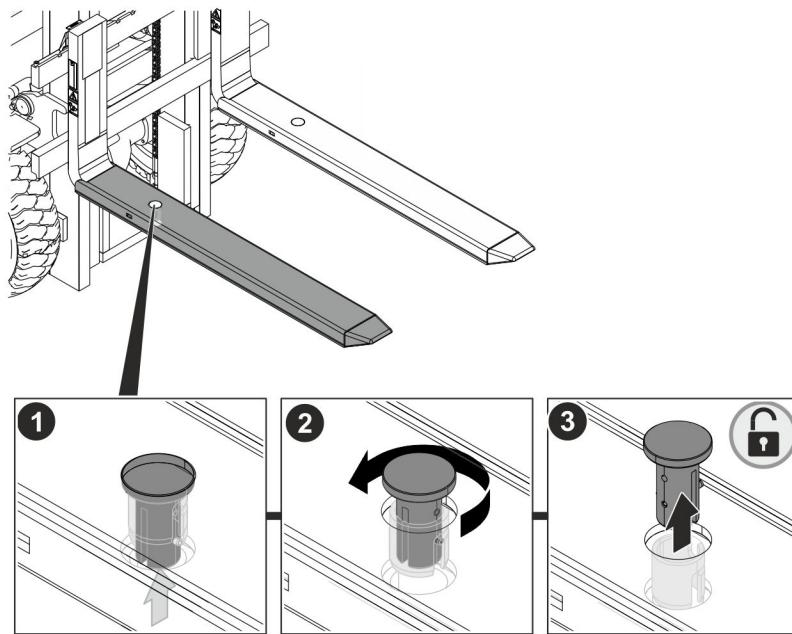

Abb. 11: Verriegelungsbolzen entnehmen
1. Verriegelungsbolzen von unten bis Anschlag hochdrücken (Abb. 11/1).
2. Bolzen bis zum Anschlag gegen Uhrzeigersinn drehen (Abb. 11/2).
3. Bolzen nach oben heraus entnehmen (Abb. 11/3).